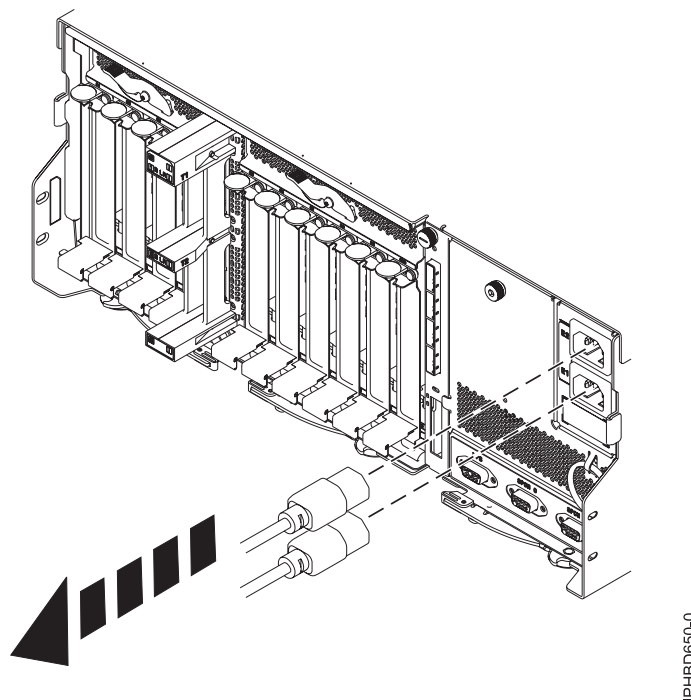

Figure 25. Déconnexion des câbles d'alimentation de l'arrière de l'unité d'extension
5. Débranchez les cordons d'alimentation à l'arrière de l'unité d'extension, comme illustré à la figure 25.